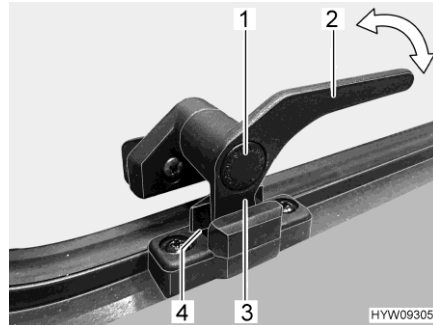

Bild 46 Låsarm (läget "kontinuerlig vädring")
- I läget "kontinuerlig vädring" (Bild 46)
- Tryck på låsknappen (Bild 46,1) och håll den nedtryckt.
- Sväng låsarmen (Bild 46,3) ett kvarts varv mot fönstrets mitt.
- Vrid tillbaka låsarmen. Därvid måste låsarmens låsspak (Bild 46,3) föras in i spåret på fönsterlåsen (Bild 46,4).
- Släpp låsknappen (Bild 46,1).